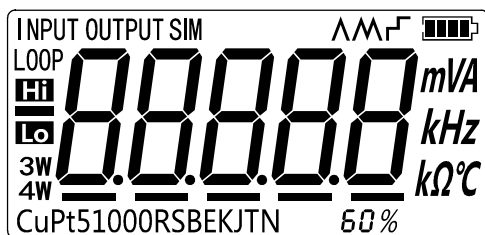

图 2.3-1
1. 请在开机时按住 \odot 键直到蜂鸣器发出“嘀”声，调整界面如图 2.3-1 所示。